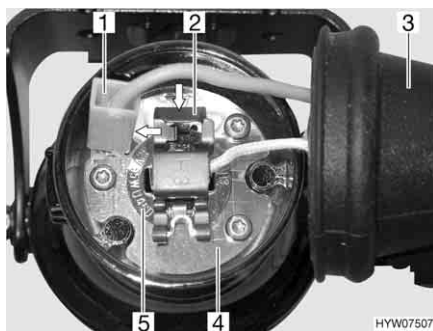

Fig. 151 Luce fendinebbia
- Afferrare dietro la luce fendinebbia e togliere il copripolvere di gomma (Fig. 151,3) dall'involucro (Fig. 151,4).
- Togliere il cavo negativo (Fig. 151,1) dall'involucro.
- Premere la graffa di supporto (Fig. 151,2) per sganciarla e spingerla di lato.
- Estrarre dall'involucro la lampada ad incandescenza (Fig. 151,5) con il cavo.